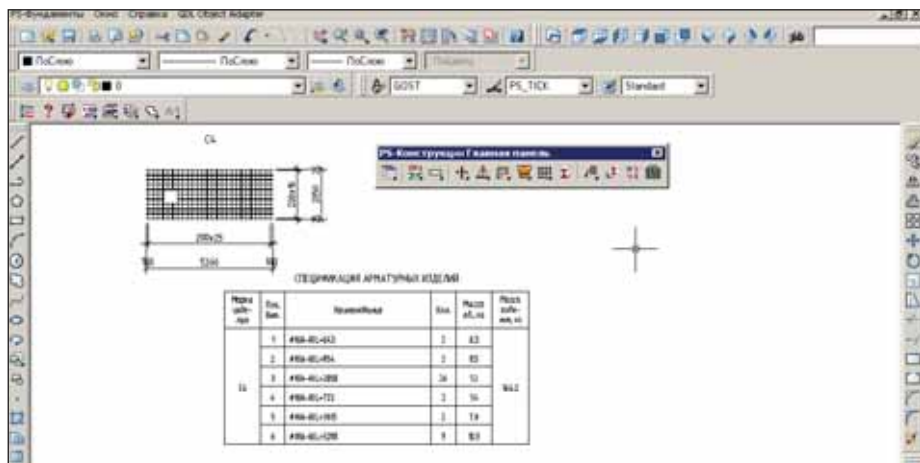

Рис. 1
- **автоматическое составление спецификаций** — эта функция незаменима при проектировании арматурных изделий: отпадает необходимость расчета длины и количества арматуры, имеется возможность быстро вносить необходимые корректировки в изделие, например, добавить в сетку отверстие (рис. 1);